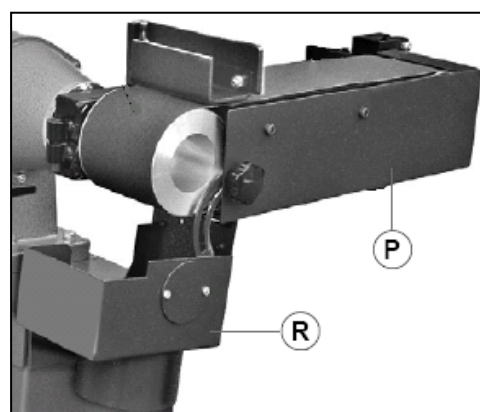

Figure 3
2. Retirer le carter de bande (P fig.3).
4. Abaisser le carter (R fig.3).